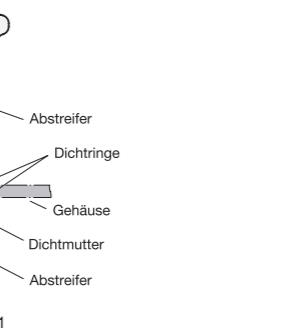

Abb. 1
- Es ist daher auf die richtige Einbaulage zu achten (Abb. 1).
- Die Einbaulage, wie in Abb. 1 zu sehen, garantiert ein selbständiges Ablauen von Flüssigkeiten.
- Defekte Dichtringe müssen ausgetauscht werden (Abb. 1). Verwenden Sie nur die speziellen Dichtringe in entsprechender Größe (GN 7600).
- Der Abstreifer (Abb. 1) kann nicht ausgetauscht werden. Deshalb ist der Rastbolzen bei auftretenden Beschädigungen, Rissen oder Versprödungen des Abstreifers auszutauschen.
- The installation position as seen in Fig. 1 guarantees that liquids will run off on their own.
- Es ist auf die entsprechende Klemmlänge s zu achten, um ein korrektes Abdichten zu ermöglichen (Abb. 1).